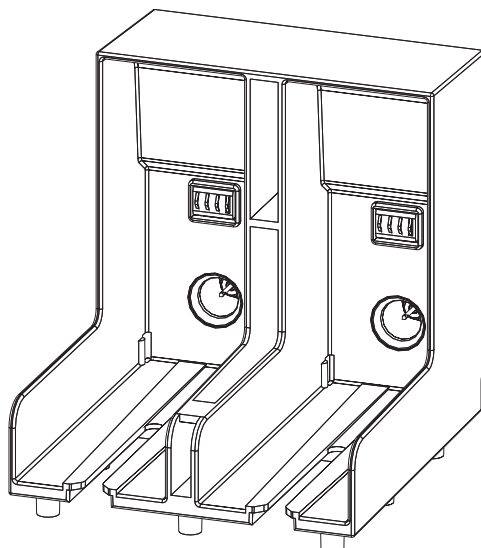

Figura 6-3: Vano porta-cartucce
- 5 Inserire la nuova cartuccia d'inchiostro nel porta-cartuccia, allineando il tasto cartuccia con l'apposita imboccatura (Figura 6-3 a pagina 6-6).